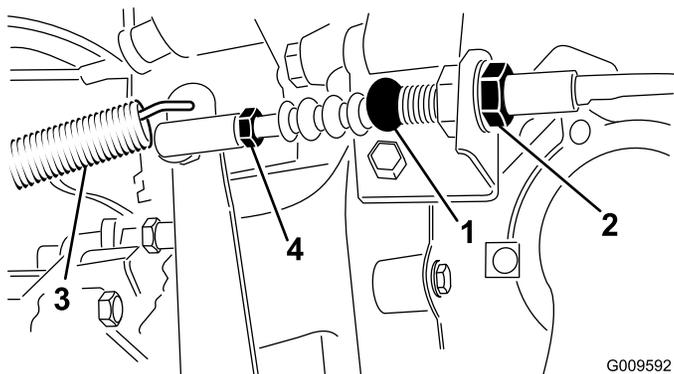

Рисунок 69
1. Ослабьте контргайки крепления троса сцепления к кронштейну на корпусе сцепления (Рисунок 69).